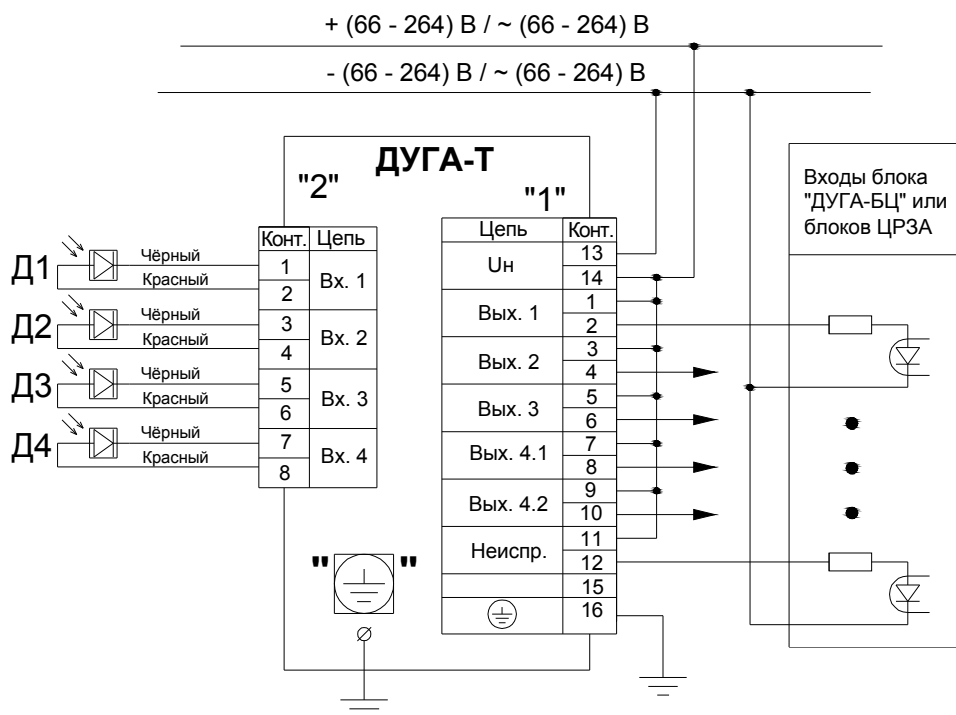

Рисунок 3 - Схема электрическая подключения (пример)
5.1 Внешние подключения регистратора осуществляются с помощью соединителей, расположенных на регистраторе, в соответствии со схемой электрической подключения (рисунок 3, где Д1 - Д4 - фототранзисторные датчики дуговых замыканий).
6.8 Проверить соответствие монтажа внешних соединений регистратора проектной схеме подключения и схеме электрической подключения регистратора (см. рисунок 3).